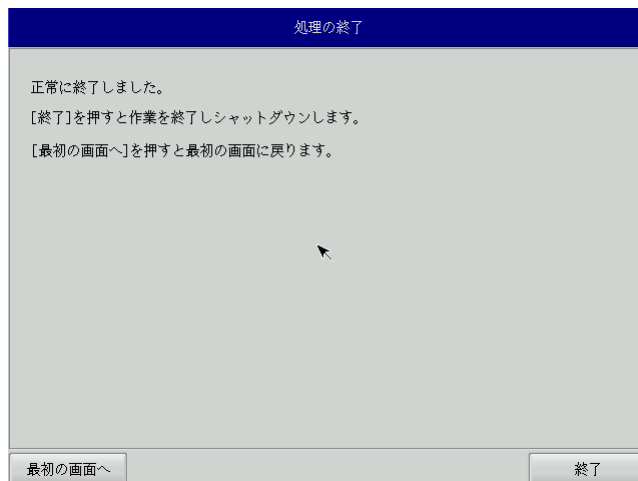

図 5-5-6. 終了画面
- ⑪ 終了画面 (図 5-5-6) が表示されるとシステム復旧作業は完了です。[終了]ボタンを押して電源を落とし、DVD ドライブ、保存メディアを外します。